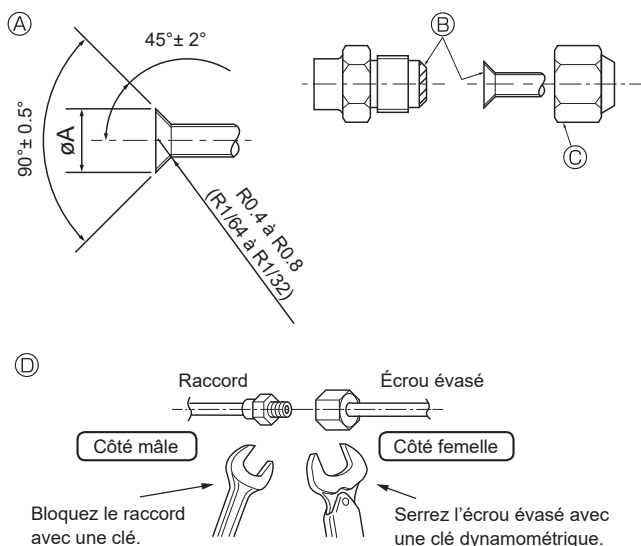

Fig. 4-1
4.2. Connexion des tuyaux (Fig. 4-1)
- Évasez les extrémités des tuyaux de réfrigérant. (A)
- Appliquez de l'huile de réfrigérant sur toute la surface évasée du fond. (B)
- Utilisez les écrous évasés en procédant comme suit. (C)
- Utilisez 2 clés pour serrer les connexions des tuyaux. (D)